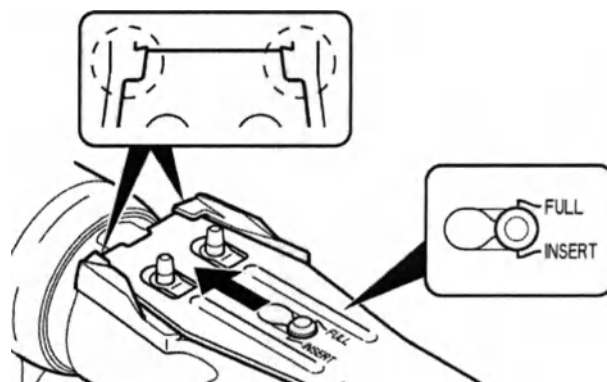

Рис. 2 – Совместите стержень с указателем FULL INSERT
5. Направляйте картридж, когда он отпружинит обратно к рукоятке. Убедитесь, что стержень стоит на одной линии с указателем FULL INSERT (см. рис. 2). Картридж должен быть полностью установлен под ушками на головке.